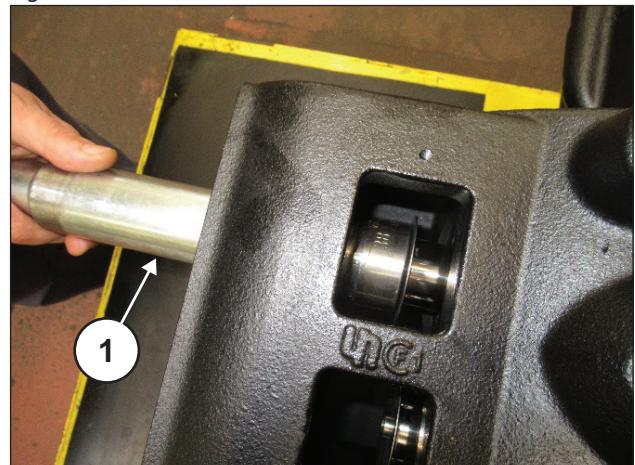
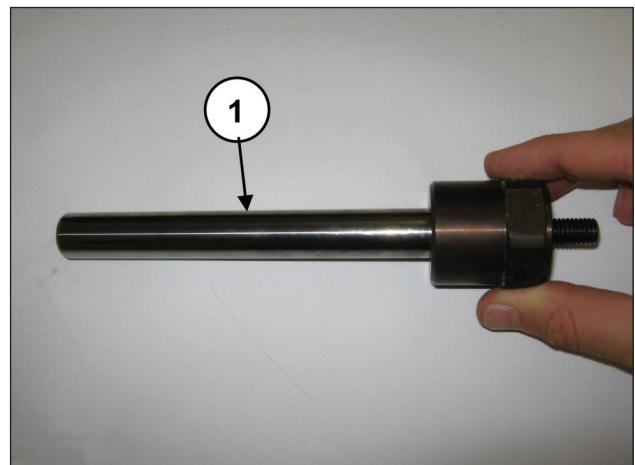

Fig. 110
Fig. 111
Rimuovere i pistoni con l'apposito attrezzo (cod. 25047400), (pos. ①, Fig. 110) e controllare il loro stato di usura (pos. ①, Fig. 111). Sostituirli se necessario.